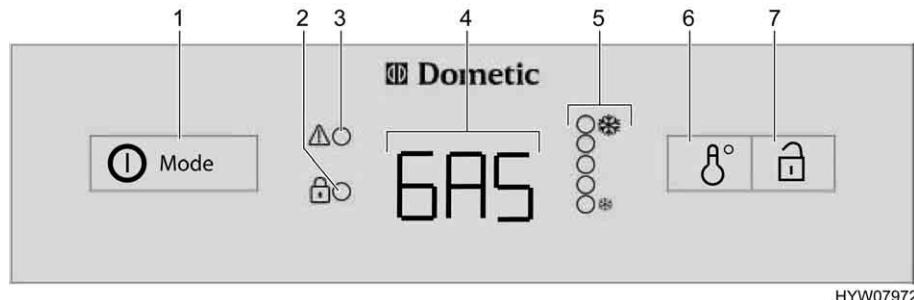

Fig. 105 Elementi di comando per il frigorifero (serie Dometic 8 con AES)
In caso di guasti il relativo indicatore LED "⚠" (Fig. 105,3) lampeggia.
Se è selezionato il funzionamento automatico, l'alimentazione a 230 V **non** è allacciata e il motore del veicolo è **spento**, il sistema AES seleziona il rifornimento di gas. Selezionando il funzionamento a gas, il dispositivo di sicurezza si apre automaticamente, così che il gas possa fluire al bruciatore. Contemporaneamente si inserisce l'accenditore elettronico. Se la fiamma del gas si spegne, p. es. a causa di un colpo di vento, l'accenditore viene subito azionato riaccendendo il gas. In caso di guasti nel funzionamento a gas, nell'indicazione di funzionamento (Fig. 105,4) lampeggia la scritta "GAS".
Dopo l'accensione il frigorifero seleziona automaticamente la regolazione intermedia del termostato. Questa impostazione può essere modificata manualmente con l'interruttore per la regolazione della temperatura (Fig. 105,6). Gli indicatori LED (Fig. 105,5) visualizzano la temperatura selezionata sul termostato. Con l'interruttore viene regolata la temperatura di refrigerazione per tutti i tre tipi di energia. Ci vogliono alcune ore prima che il frigorifero raggiunga la temperatura normale di esercizio. Cambiando la modalità di funzionamento la regolazione del termostato non viene modificata. La temperatura di refrigerazione è indipendente dal tipo di energia utilizzata.
- Premere l'inseritore/selettore di energia (Fig. 105,1) per 2 secondi, per accendere l'apparecchio. L'ultima modalità di funzionamento prescelta viene visualizzata nell'indicazione di funzionamento (Fig. 105,4).
- Con l'inseritore/selettore di energia (Fig. 105,1) selezionare il tipo di energia.
- Regolare la temperatura di refrigerazione sull'interruttore per la regolazione della temperatura (Fig. 105,6). Gli indicatori LED (Fig. 105,5) visualizzano la regolazione del termostato prescelta.
- Premere l'inseritore/selettori di energia (Fig. 105,1) per 2 secondi. Cancellare tutte le indicazioni.